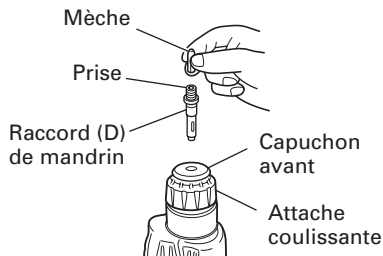

Fig. 11
4. Lors du vissage des vis machine (Fig. 11)